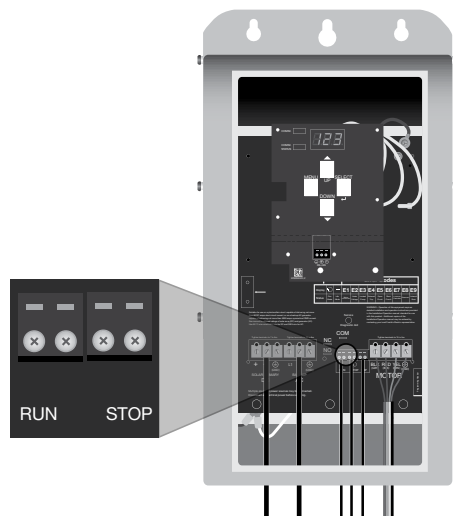

Figure 9 : Connexion du câblage de l'interrupteur de commande
2. Connectez les câbles de l'interrupteur de commande « RUN » (« MARCHE ») vers le bloc de bornes étiquetées « RUN » (figure 9).